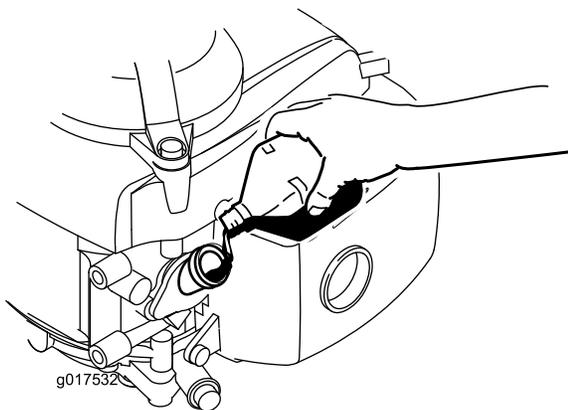

Рисунок 6
3. **Медленно** налейте масло в маслозаливное отверстие, подождите 3 минуты, после чего проверьте уровень масла масломерным щупом. Для этого вытрите щуп дочиста и вставьте его в маслозаливное отверстие, **не ввинчивая при этом крышку в маслозаливное отверстие (Рисунок 6).**